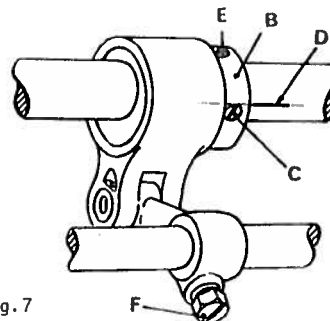

Fig. 7
- Regolare l'eccentrico B (fig. 7) per lo spostamento frontale del crochet, in modo che la tacca D incisa sull'albero corrisponda alla tangente superiore della vite C.
- Controllare che la punta del crochet, nella sua corsa verso sinistra, passi a circa mm. 0,05 dall'incavo dell'ago. Se cio' non avvenisse, regolare il gruppo mediante la vite F (fig. 7).